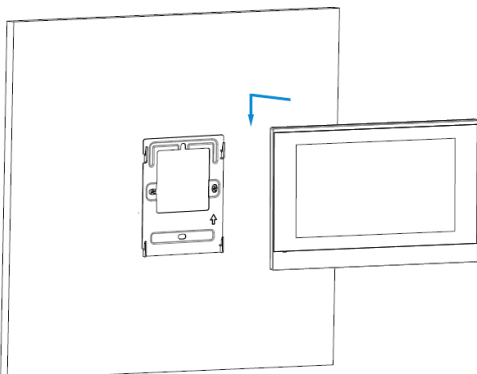

Figure 6 : Montage de l'appareil
8. Alignez l'appareil avec le support de fixation murale. Poussez vers le bas pour fixer solidement l'appareil (figure 6).